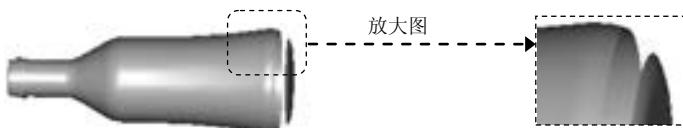

图 5.20.1 注意抽壳特征的顺序
Step2. 将底部圆角半径从 R5 改为 R15, 然后选择下拉菜单 ➔ 命令, 会看到瓶子的底部裂开一条缝, 如图 5.20.1 所示。显然这不符合设计意图, 之所以会产生这样的问题, 是因为圆角特征和抽壳特征的顺序安排不当, 解决办法是将圆角特征调整到抽壳特征的前面, 这种特征顺序的调整就是特征的重排顺序 (Reorder)。